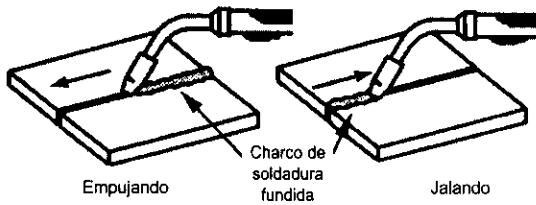

Figura 11. Dirección de Desplazamiento
- LA DIRECCIÓN DEL DESPLAZAMIENTO** es el sentido en que se mueve la pistola con relación al charco de soldadura fundida. Se puede EMPUJAR (ver la Figura 11) hacia el charco o JALAR alejándose del charco.